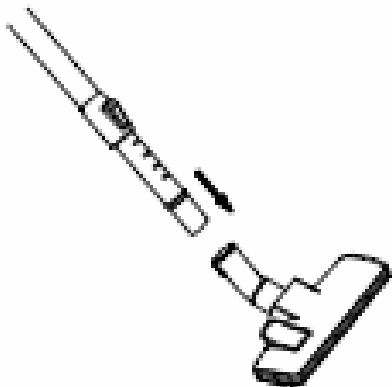

Рис. 4
- **Наденьте необходимую насадку на выдвигающуюся часть телескопической трубки (большую щетку «пол/ковер» или комбинированную насадку «мебель/щель»). (Рис.4)**